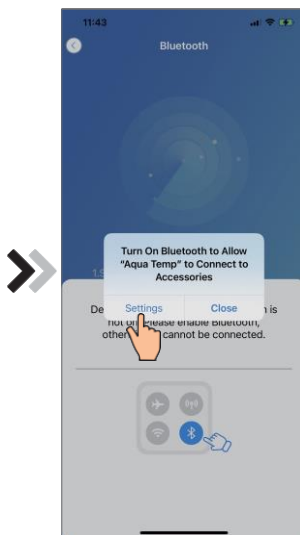
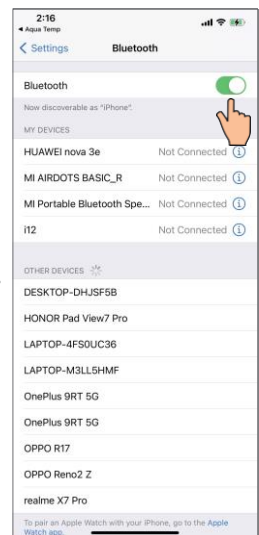

Fig.11 Activer la permission bluetooth
Fig.12 Interface de réglage bluetooth
- 5 Cliquez sur "Paramètres" (Fig.11) pour entrer dans l'interface de réglage bluetooth (Fig.12);